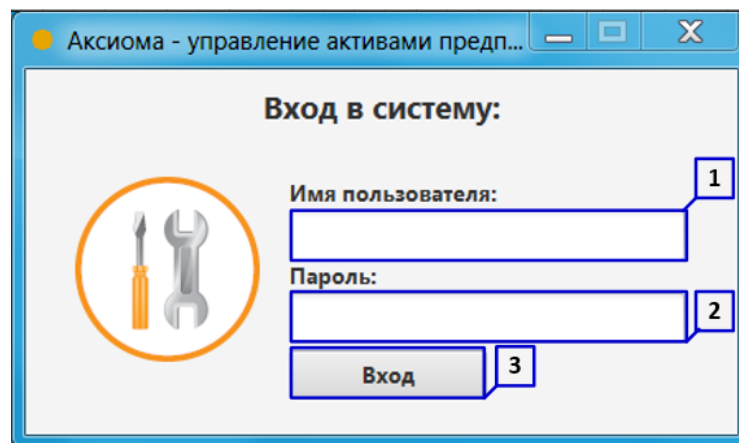

Рисунок 1. Вход в систему «АКСИОМА - ремонты»
2. В открывшемся окне «Вход в систему» введите «Имя пользователя» (**Рисунок 1 пункт 1**);
3. Введите «Пароль» (**Рисунок 1 пункт 2**);
4. Нажмите клавишу «Вход» (**Рисунок 1 пункт 3**).
3. Рабочие задания (**Рисунок 1 пункт 3**);